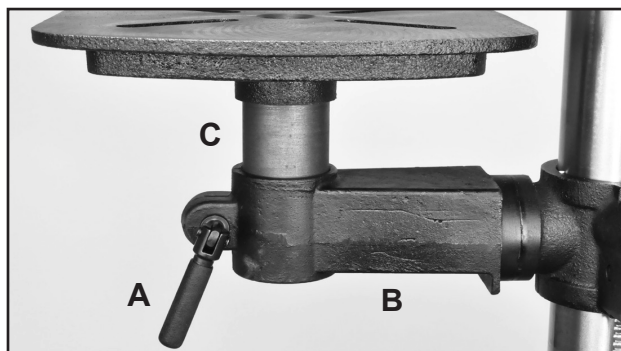

FIG. 4
3. S'il n'est pas préinstallé à l'usine, installez le petit levier de verrouillage (#9, fig. 4, A) sur l'articulation avant du support de table (#15, B). FIG. 4.
4. Insérer le poteau (C) de la table (#20) dans le support de table (B) comme indiqué à la figure 4. Ressermer le levier de verrouillage (A) pour fixer la table en position.